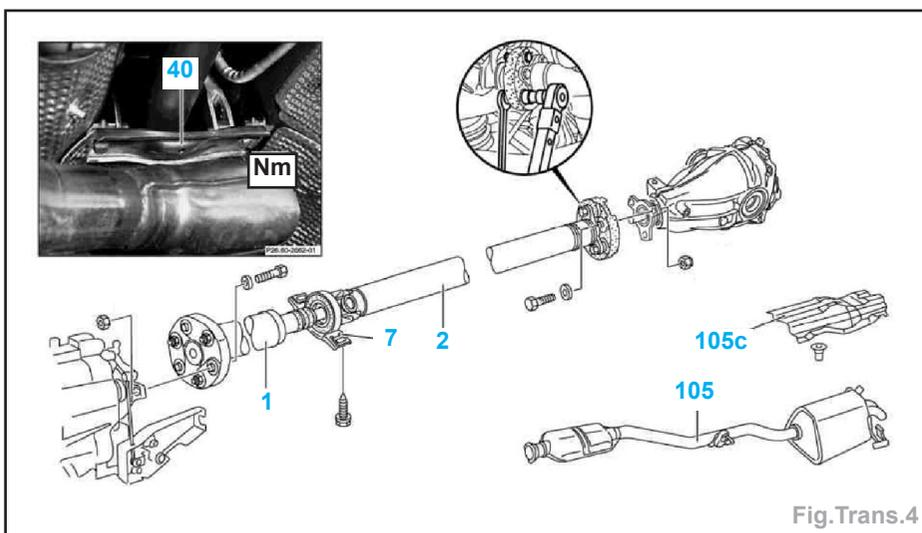

Fig. Trans.4
- Déposer le système d'échappement (105) à partir de l'assemblage à bride (Fig. Trans.4).
- Dévisser la traverse (40) de la commande au plancher (véhicule équipé d'une **BVM**).